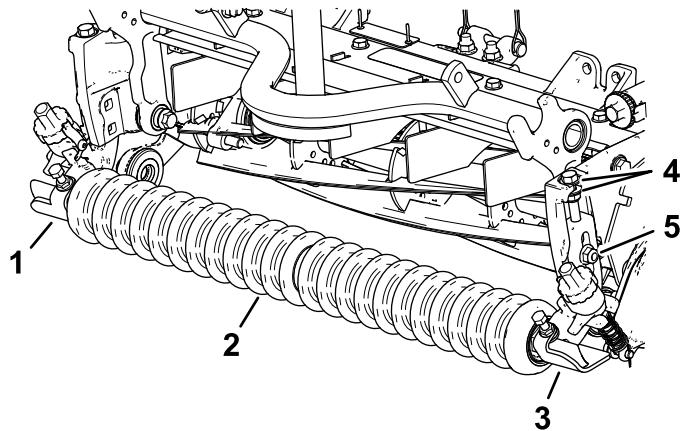

图 11
1. 使用之前卸下的托架螺栓将左、右剪草高度支架组件和前滚筒组件松松地安装到滚刀组侧板上 图 11。